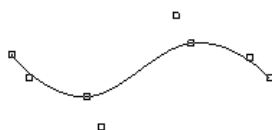

图 3.2.20 开放的（显示通过点和控制点）
- ◆ 选取  **Open End with Fit and Control Points** 选项，则此时的样条如图 3.2.20 所示。